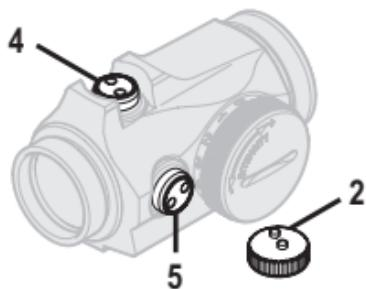

Abb. 3 Schutzkappe
- d. Die Schutzkappe (2) oder das Werkzeug (13A) muss eingesetzt werden, um die Stellschrauben zu drehen. Setzen Sie die Noppen auf der Schutzkappe (2) in die Ausnehmungen der Einstellschrauben (4) und (5) ein. Siehe Abb. 3.